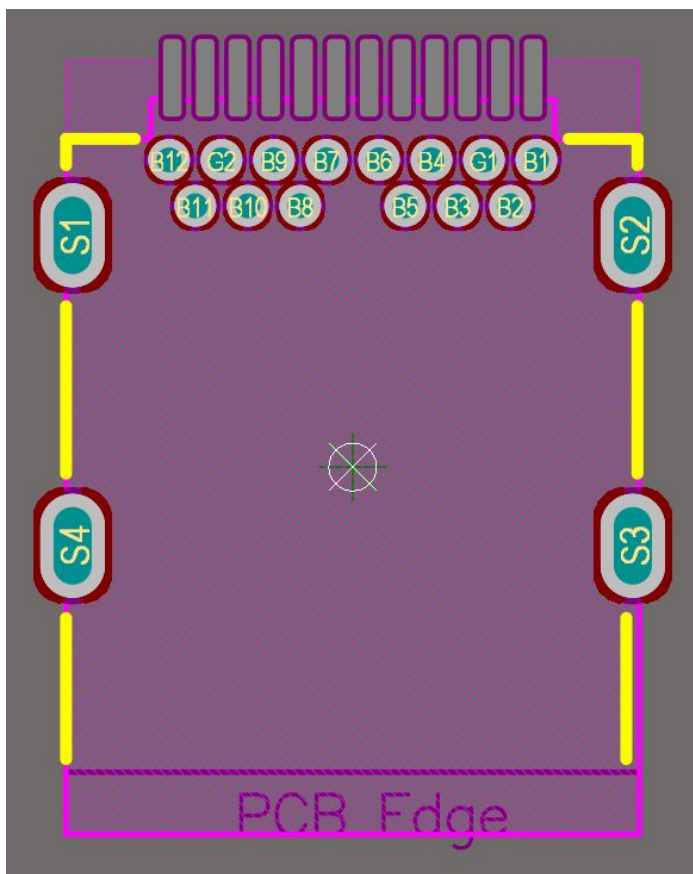

Abbildung 4: USB-C hybrid als Altium Element inkl. Schablonenempfehlung der Leiterplattenunterseite dargestellt
Bei den USB-C hybrid Varianten setzen sich die 24 Kontakte aus zwölf SMT und zwölf THR Kontakten zusammen. Zusätzlich gibt es noch vier weitere Gehäusepins in THR Ausführung. Die Mischung von SMT und THR Kontakten bringen wesentliche mechanische Vorteile mit sich. Die entscheidendsten sind hierbei deutlich höhere Haltekräfte auf der Leiterplatte im Vergleich zu einer voll SMT Ausführung und zum anderen die Minimierung von Lötproblemen in Folge unzureichender Koplanarität der hintereinanderliegenden Pinreihen. Durch den Pinmix und die sehr kompakte Bauweise des USB-C Hybridtypen ist es eine Herausforderung ausreichend Lotpaste um das THR Pad sowie in dessen Bohrung zu bringen. Die hierfür erforderlichen Prozessparameter sowie die exakten Schablonenzeichnungen (siehe Bild 4 bis 7) werden in den folgenden Punkten stichpunktartig aufgeführt.
1. Wenn möglich: Lotpastendruck auf der Leiterplattenunterseite vorsehen. Bitte verwenden Sie hierzu die in Abbildung 4 und 5 gezeigte Schablonenempfehlung. Mit diesem Prozessschritt kann ein Lotdepot auf der Leiterplattenunterseite geschaffen werden. Jedoch ist hierbei zu beachten, dass keine Lotpaste in das Loch gelangt. Dies würde dazu führen, dass im späteren Prozess eine Bestückung des USB-C nur noch schwer oder gar unmöglich ist.